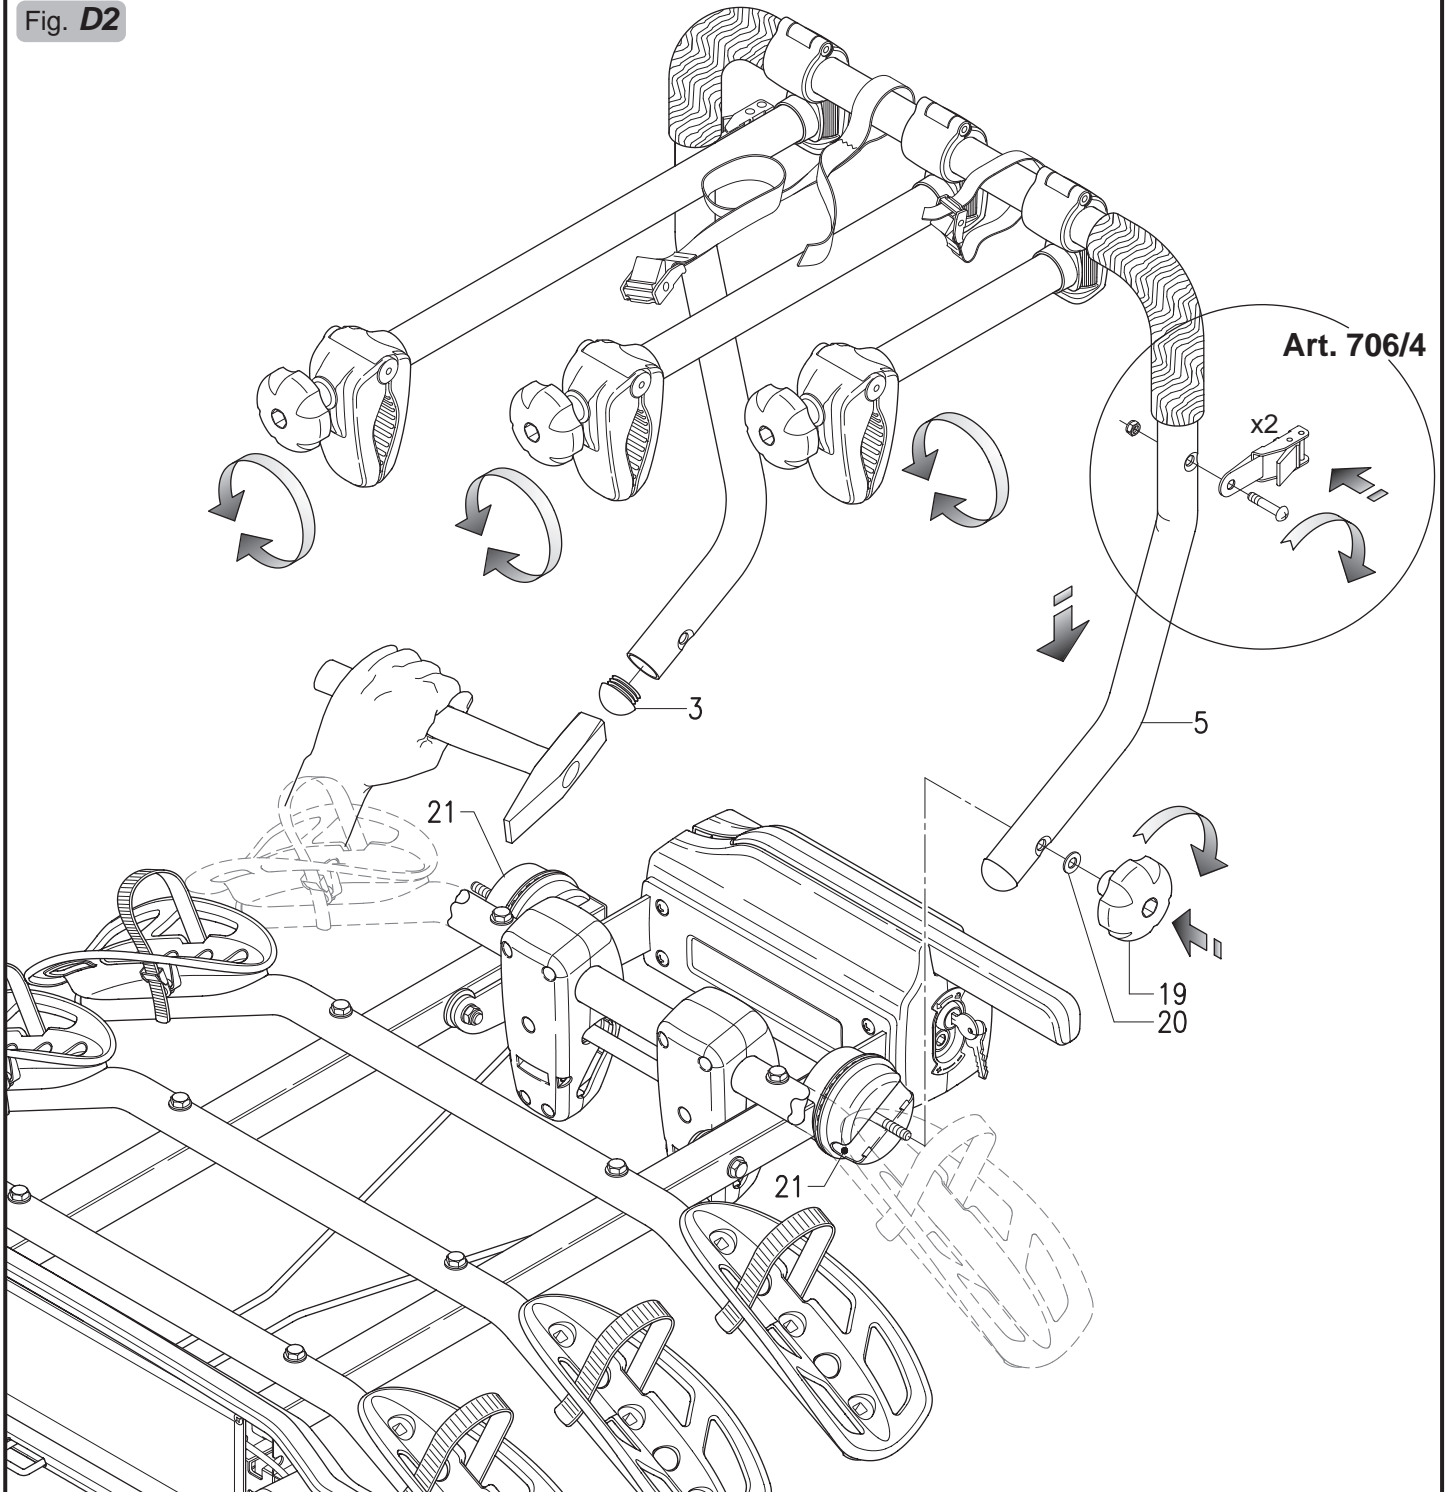

Fig. E1
- 9) Den Hebel 22 nach oben umlegen. Um ihn zu entsperren, den Schlüssel 23 entgegen dem Uhrzeigersinn drehen (Abb. E1).